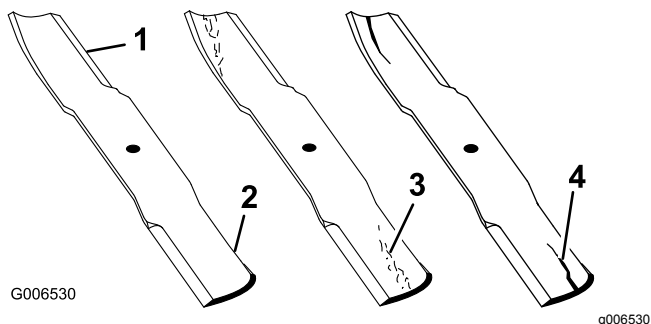

Figura 74
1. Inspeccione los filos de corte (Figura 74).
- Si observa fisuras, desgaste o la formación de una ranura en esta zona, instale de inmediato una cuchilla nueva (Figura 74).